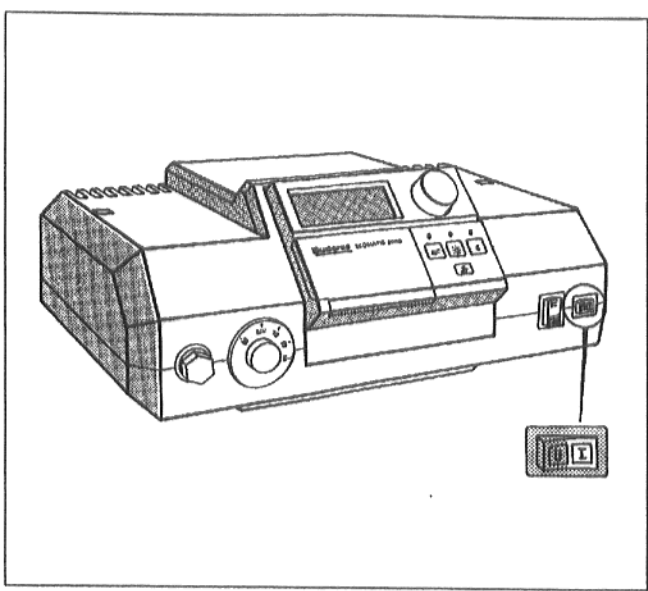

Рис. 4: Включение газовой горелки
- Установить переключатель "Работа" (Рис. 4) в положение I (ВКЛ).
- Установить переключатель "Работа" (Рис. 4) в положение 0 (ВЫКЛ).